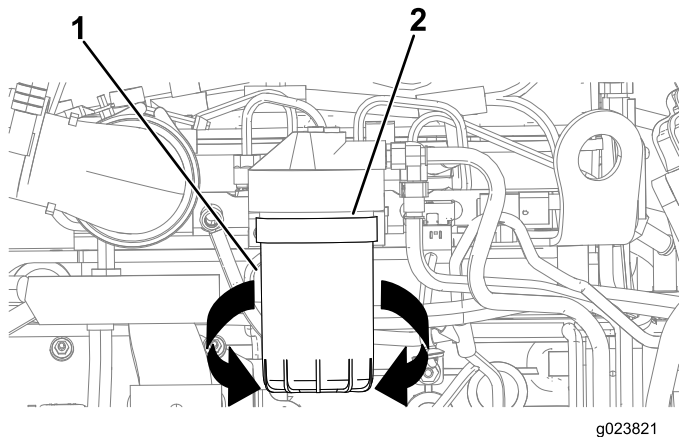

Figure 96
3. Placez un bac de vidange ou plusieurs chiffons sous l'élément filtrant secondaire et l'adaptateur du filtre à carburant (Figure 96).
4. Tournez le filtre à carburant dans le sens antihoraire et déposez-le (Figure 96).
7. Alignez le filtre à carburant sur son adaptateur et tournez-le dans le sens horaire jusqu'à ce que le joint du filtre rejoigne l'adaptateur (Figure 96).
8. Serrez le filtre à carburant à la main de 1/2 tour supplémentaire (Figure 96).